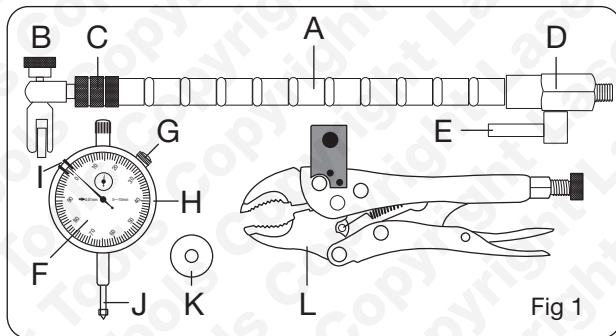

Fig 1
- Colocar o relógio comparador a zero rodando primeiro o disco do travão até a leitura mais baixa ser indicada e, em seguida, desapertar o parafuso de bloqueio do aro (G) e rodar o aro exterior (H) para que o ponteiro fique alinhado com o zero. Em seguida, apertar o parafuso de bloqueio do aro (G). Fig. 1 e 3.
- Os marcadores (I) podem ser movidos para marcar os dois extremos do movimento do ponteiro e indicar o deslocamento do disco. Em alternativa, colocar os marcadores na leitura máxima do fabricante e rodar o disco. Se o ponteiro permanecer dentro dos marcadores, o deslocamento do disco é aceitável.